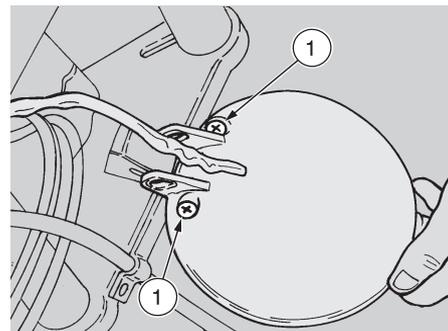

Fig. 52
REPLACEMENT DES AMPOULES DU FEU AVANT (Fig. 52)
- ◆ Oter le feu et dévisser les deux vis (1 - Fig. 52).